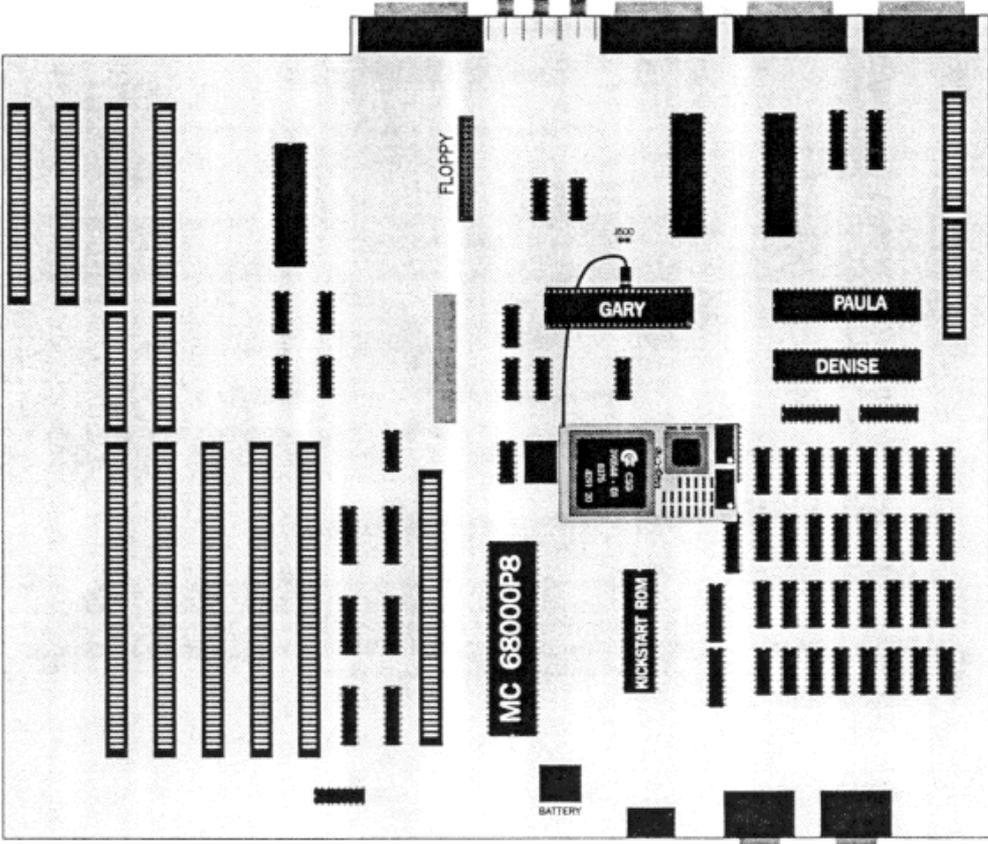

Abb. 3
- Stecken Sie den Megi-Chip in den freien Fat Agnus-Sockel auf dem A 2000 Motherboard (siehe Abb. 3).
- Setzen Sie den mitgelieferten IC-Sockel in den freien Gary-Sockel. Die Richtung entnehmen Sie bitte Abb. 3.
- Jetzt den Gary-Chip wieder einsetzen. Die Kerbe des Gary's muß nach links weisen (Abb. 3)
- verbinden Sie Megi mit der Gary-Platine (siehe Abb. 3).